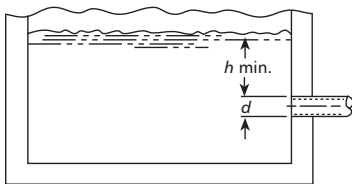

Figure 1
- 3.6. Le diamètre ( $D$ ) et la hauteur d'immersion ( $H$ ) de l'orifice d'entrée du tuyau d'aspiration doivent être suffisants pour empêcher l'aspiration d'air par vortex (V. fig. 1 à 4).